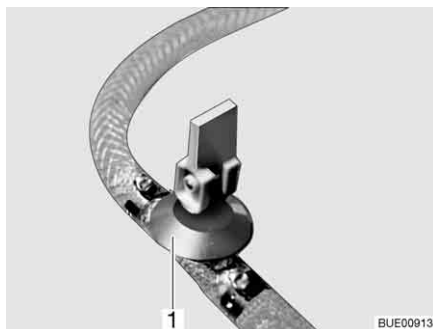
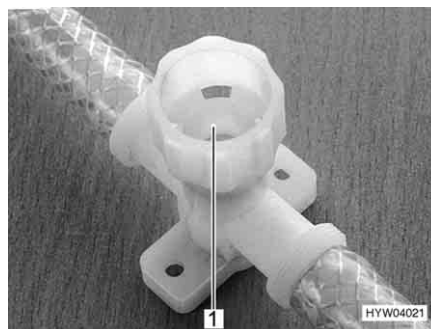

Bild 209 Avtappningskran (med vipparm)
Bild 210 Avtappningskran (med vred)
- Stäng alla avtappningskranar. Ställ för detta avtappningskranens vipparm (Bild 209,1) vågrätt eller vrid avtappningskranens kran (Bild 210,1) medurs.